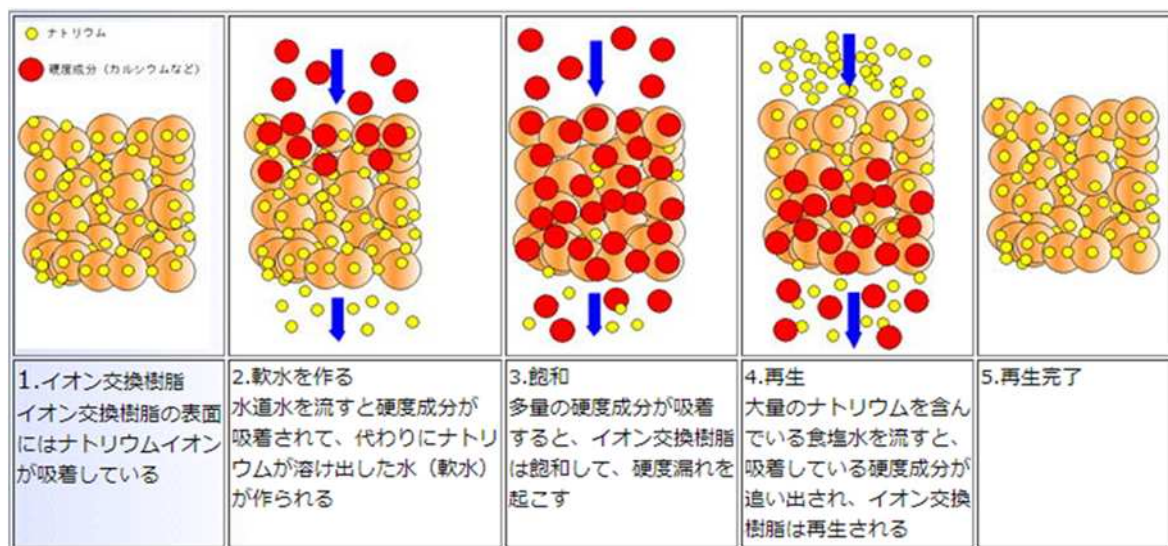

図1 イオン交換樹脂による軟水の製造と再生の概要
- ・軟水装置は、図1に示す通り、上水からイオン交換樹脂により硬度成分を吸着除去して軟水化し、水熱反応器への給水を製造する装置であり、イオン交換樹脂は繰り返し使用するため再生している。